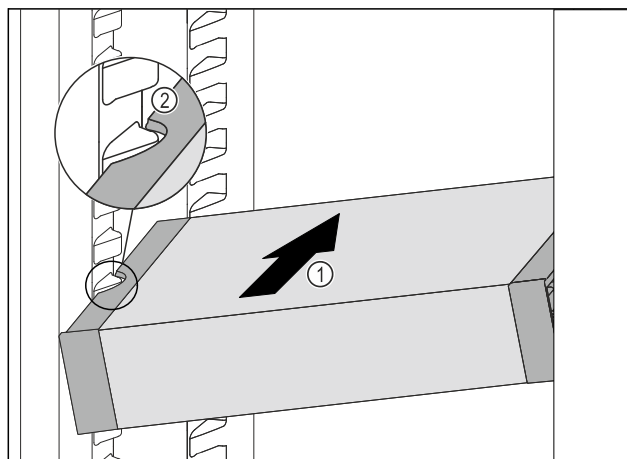

Fig. 93
- Skyv VarioSafe skrått inn i kjøleskapsdelen Fig. 93 (1), til utsparingene på sidene av Fig. 93 (2) VarioSafeser på nivå med rillene i kjøleskapet.